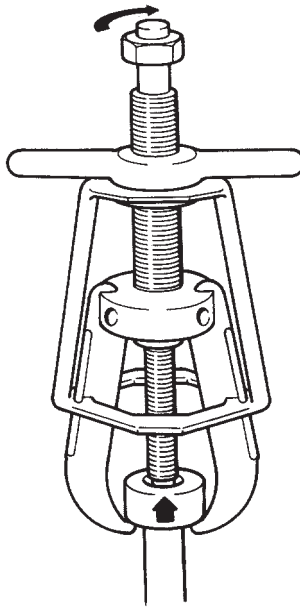

Figura 4
6. Asegúrese que el centro del extractor quede alineado con el centro del eje del componente a extraerse. Utilice herramientas de mano solamente para apretar el perno central y extraer el componente de su eje. (Vea la Figura 4.)